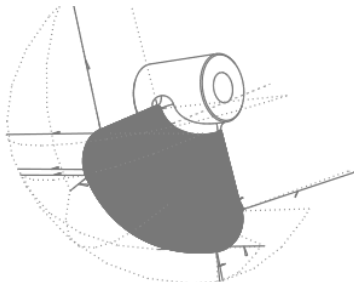
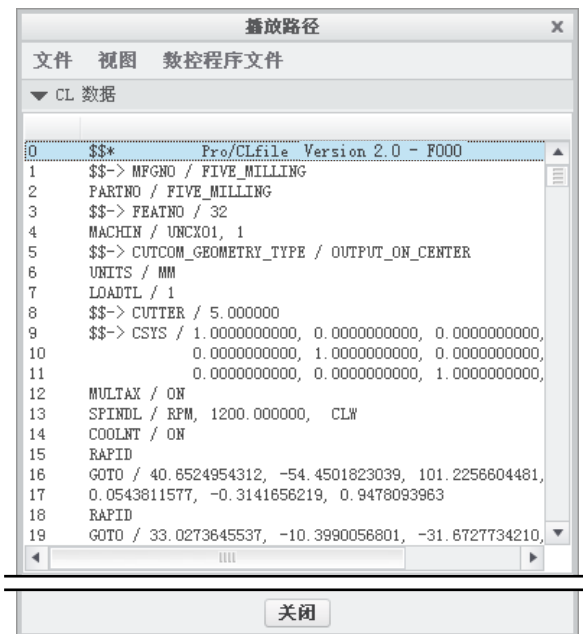

图 7.3.17 刀具行走路线
图 7.3.18 查看 CL 数据
Step3. 单击“播放路径”对话框中的  按钮, 可以观察刀具的行走路线, 如图 7.3.17 所示。单击 **▶ CL 数据** 栏可以查看生成的 CL 数据, 如图 7.3.18 所示。